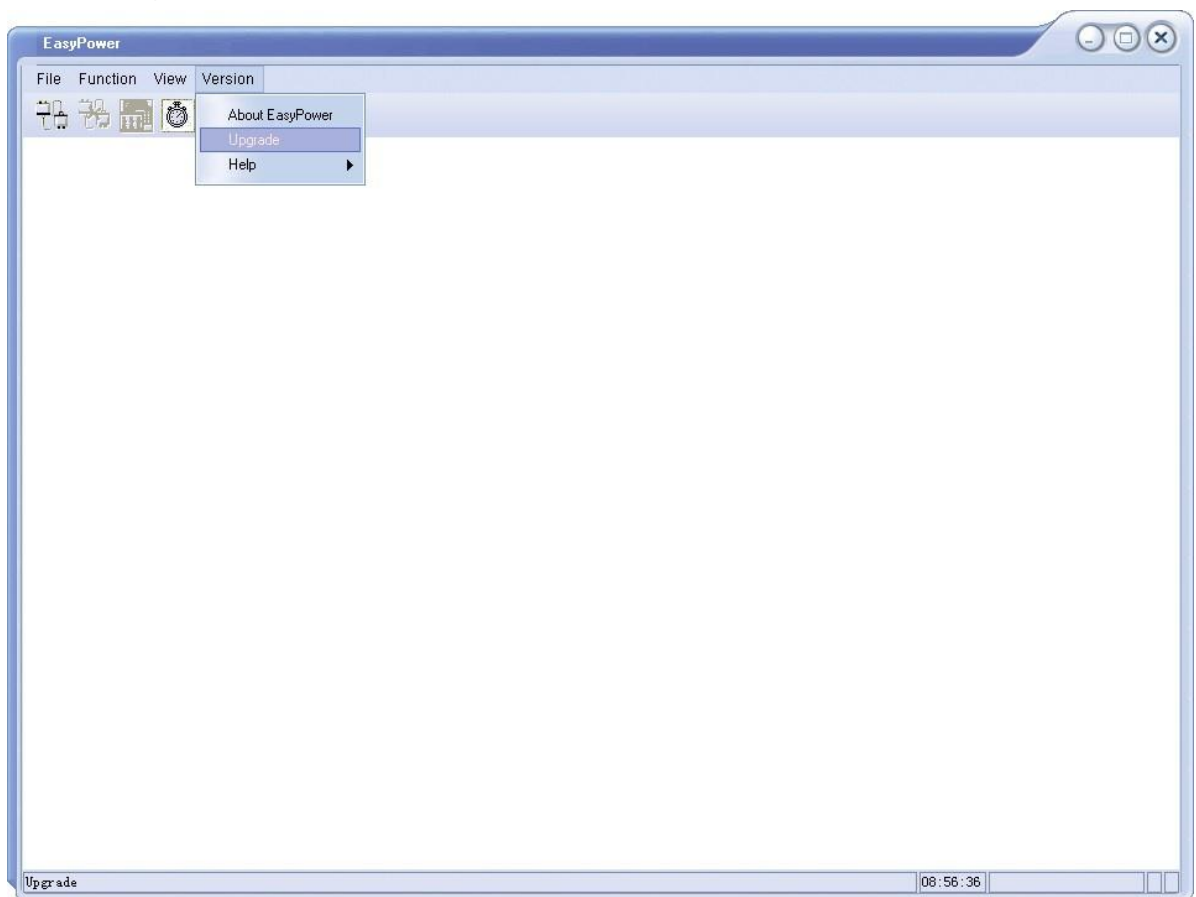

Abbildung 1
2. Klicken Sie auf Version und wählen Sie dann Upgrade im Dropdown-Menü, um den Dialog zum Aktualisieren der Firmware aufzurufen; siehe Abbildung 1: